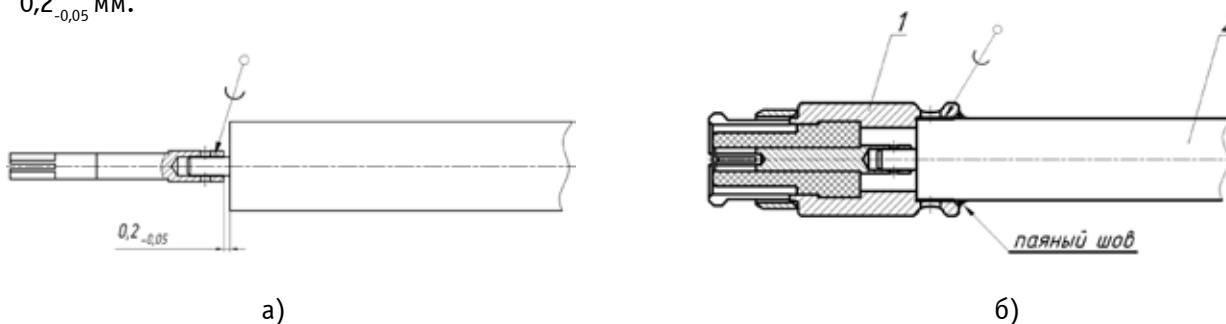

Рис. 30. Пайка гнезда на жилу (а) и установка корпуса на кабель (б)
1) Произведите пайку гнезда кабельного соединителя на жилу кабеля (рисунок 30а). Для того, чтобы обеспечить хорошие параметры кабельной сборки, необходимо точно выдержать размер $0,2_{-0,05}$ мм.